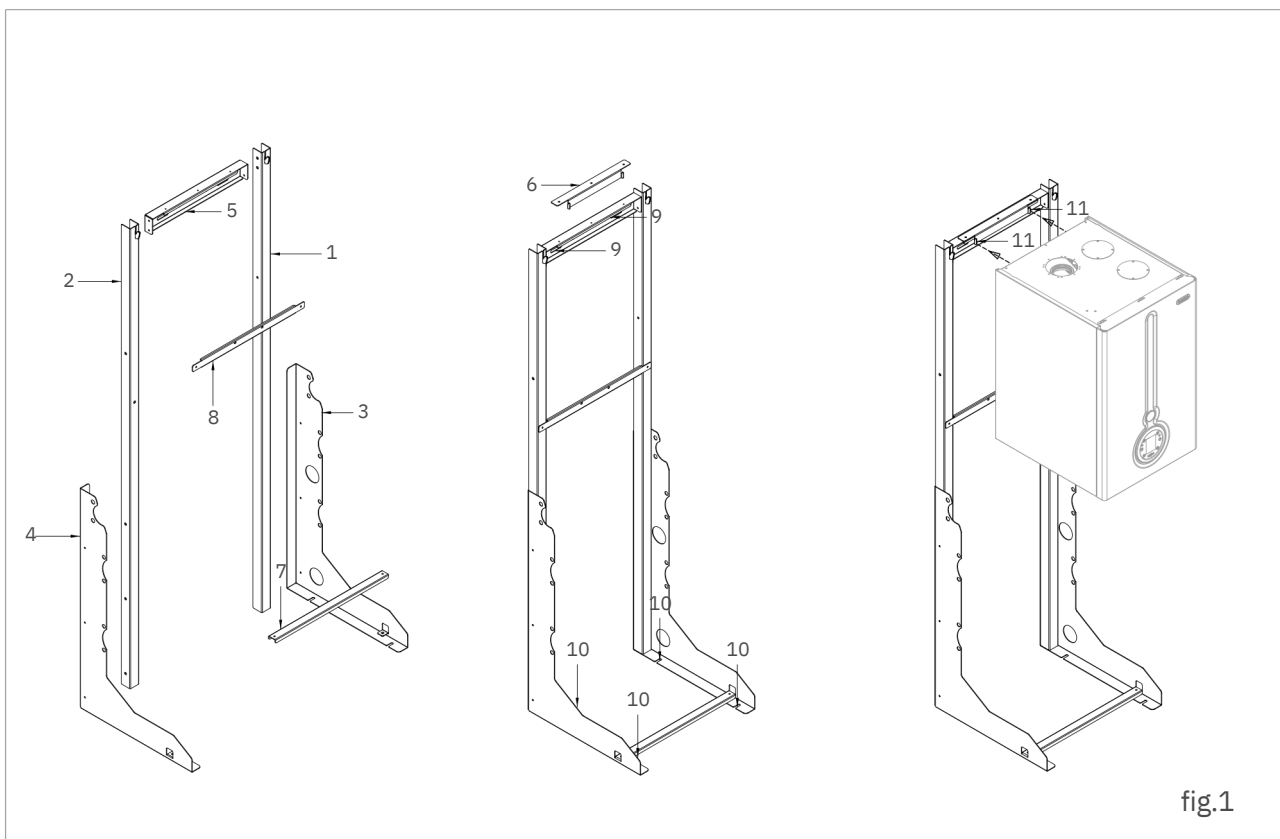

fig.1
1. Fixați pe perete (fig. 1), folosind diblurile, suportul superior;
2. Asamblați profilele laterale 3 și 4 pe stâlpii verticali 1 și 2 (fig. 1);